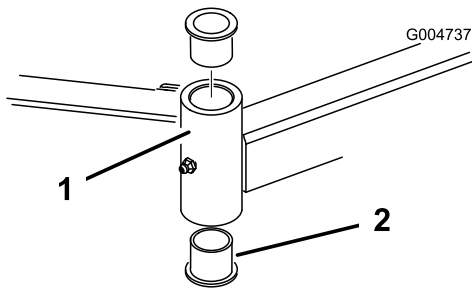

Figura 102
4. Inserte un botador fino en la parte superior o inferior del tubo de montaje y dé golpes hasta que salga el casquillo del tubo (Figura 102).